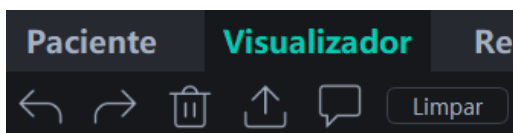

Fig. 36
f. Superior à imagem processada, há uma barra com ferramentas como "Desfazer/Refazer" , "Apagar imagem" , "Exportar imagem" , e "Informações de imagem" , (Fig. 36). Quando houver uma seleção múltipla de imagens, selecionar o botão "Limpar" para excluir as imagens do visualizador;